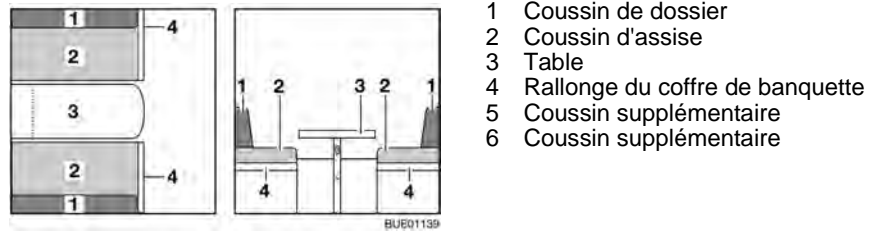

Fig. 88 Avant la transformation
- Convertir la table (Fig. 88,3) en sommier de lit (voir paragraphe 6.11).
- Déplier la rallonge du coffre de banquette (Fig. 88,4).
- Enlever les coussins de dossier (Fig. 88,1) et les placer de côté.